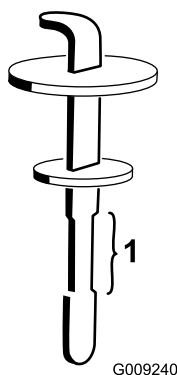

Figura 134
5. Togliete l'asta di livello dal collo del bocchettone e pulitela strofinandola con un cencio pulito. Inserite l'asta di livello nel collo del bocchettone, quindi estraetela e controllate il livello del fluido (Figura 134).